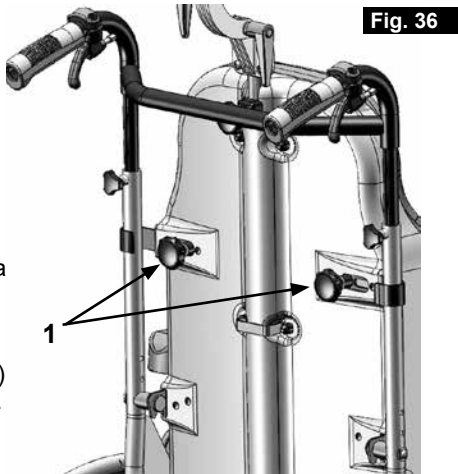

Fig. 36
Al aflojar los pomos en estrella (1) puede ajustar las empuñaduras a la altura que desee. Tras realizar cualquier ajuste en la altura de las empuñaduras, compruebe que los pomos en estrella (1) estén ajustados (Fig. 36).